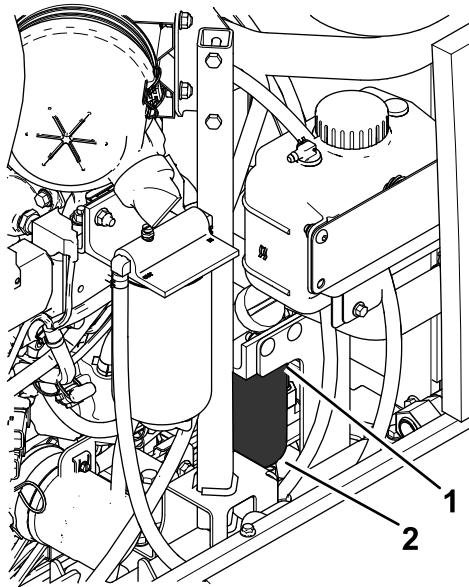

Figure 44
1. Nettoyez la surface autour de la tête du filtre à carburant (Figure 44).
2. Déposez le filtre et nettoyez la surface de montage de la tête du filtre (Figure 44).